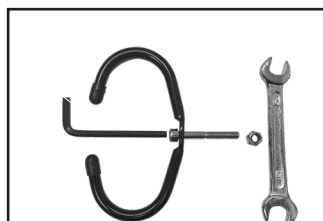
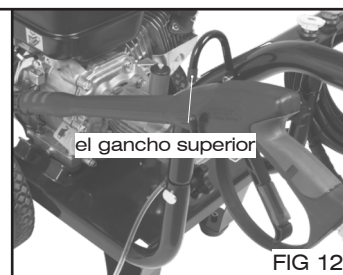

FIG 11
FIG 12
6. Instale el gancho superior de la pistola, utilizando (1) tornillo de cabeza hueca M6 x 45 mm de longitud, (1) tuerca M6, la llave hexagonal y la llave de boca fija incluidas (FIG 11). Apriete el tornillo firmemente. Ensamble la varilla, atornillando juntas las dos conexiones enroscadas de las dos partes de la varilla. Cuelgue la varilla sobre el gancho superior de la pistola, como se muestra en la (FIG 12).